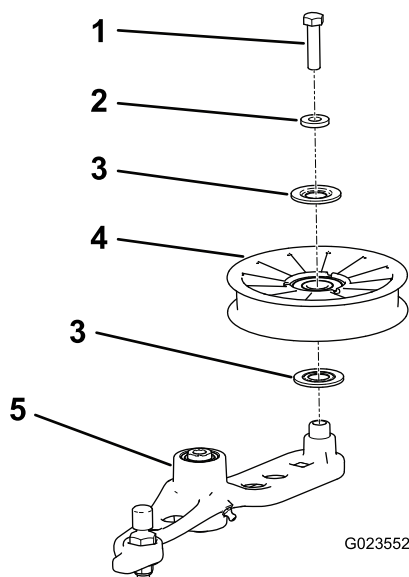

Figura 58
- Rimuovete il bullone che fissa la vecchia puleggia tendicinghia al braccio di tensione e installate la nuova puleggia (Figura 58).